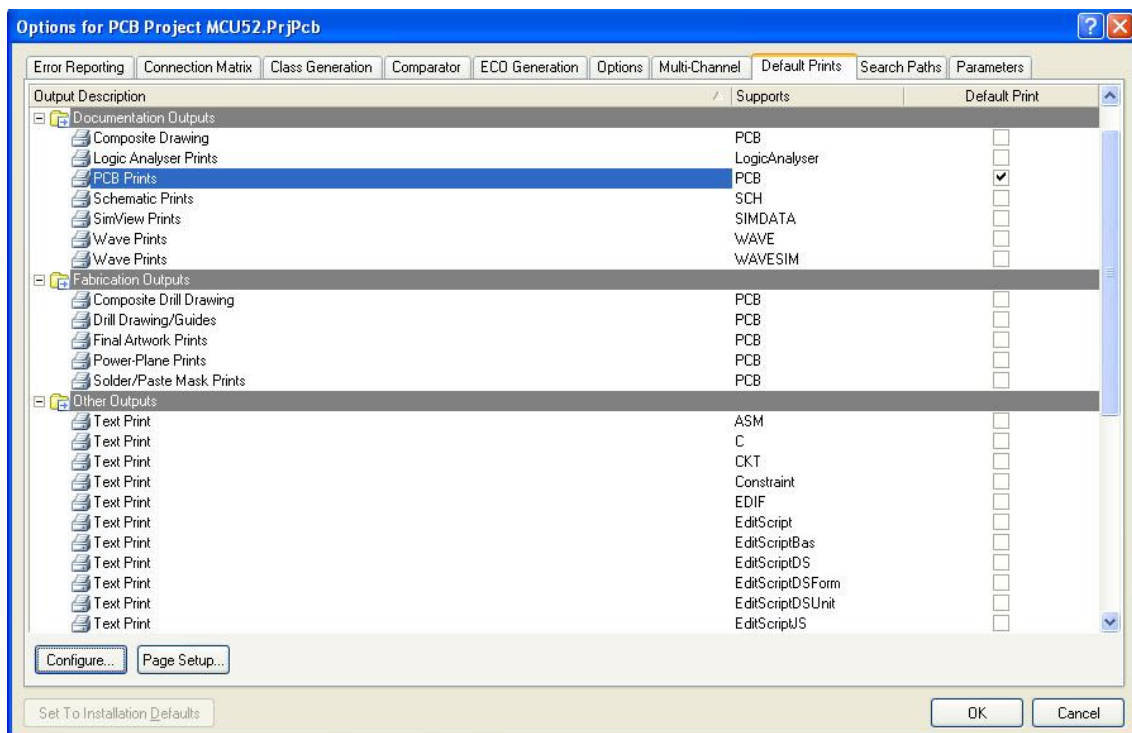

Figura 3.99 Default Prints
1. Ejecutar el comando **File/Default Prints** se abre la ventana opciones de proyecto en la carpeta **Default Prints** donde se seleccionan los tipo impresiones que se realizaran. Figura 3.99